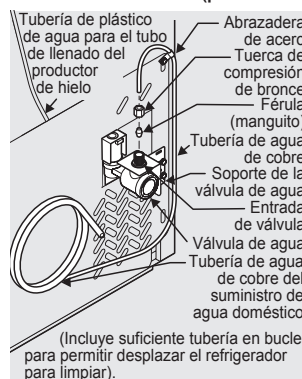

Figura 1
4. Si usa tuberías de cobre: Deslice la tuerca de compresión de latón, y luego la férula (manguito) en la tubería de suministro de agua. Empuje la tubería de suministro de agua hacia dentro de la entrada de la válvula de agua lo más posible (1/4 de pulgada o 6 mm). Deslice la férula (manguito) en la entrada de la válvula y apriete manualmente la tuerca de compresión en la válvula. Apriete otra media vuelta con una llave; NO apriete en exceso. Vea la Figura 1. Si usa tuberías de acero inoxidable: La tuerca y la férula ya están armadas en la tubería. Deslice la tuerca de compresión hacia dentro de la entrada de la válvula y apriete manualmente la tuerca de compresión sobre la válvula. Apriete otra media vuelta con una llave; NO apriete en exceso. Vea la Figura 2.